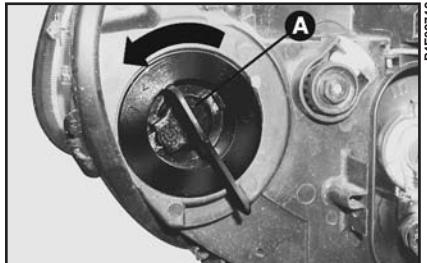

рис. 16
- 1) Поверните заглушку **A** (рис. 16) против часовой стрелки и извлеките ее.
- 3) Заменив лампу, установите на место заглушку **A** (рис. 16), повернув ее по часовой стрелке.